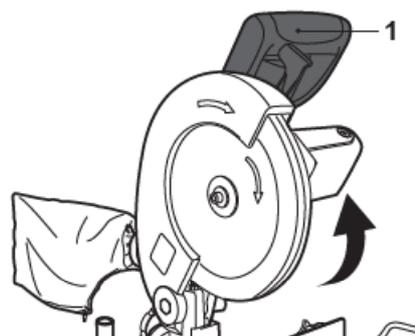

Fig. 22
- > Levez la poignée [1] au maximum (Fig. 22).